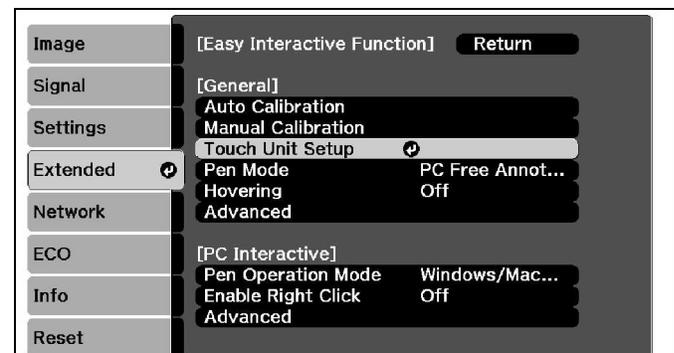

Figure 32
- Sélectionnez **Configuration de l'unité tactile**. (Voir figure 32)